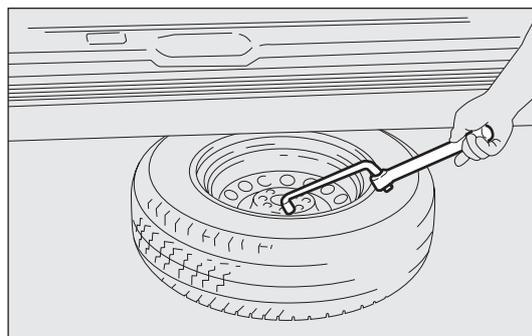

fig. 163
- ❑ utilizzare la chiave smontaggio ruote per trascinare la ruota fuori dal veicolo fig. 163;